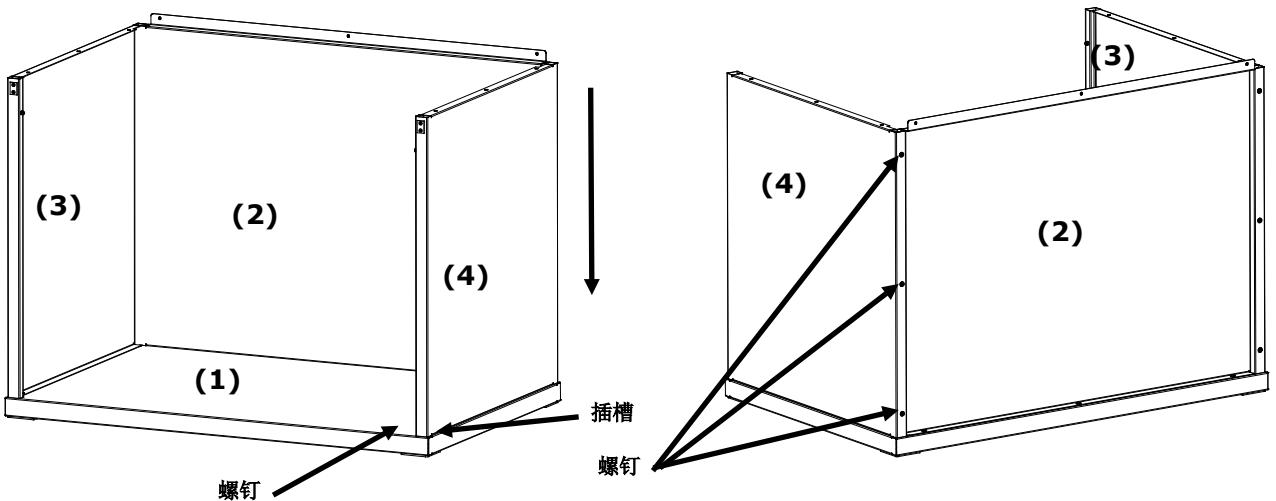

图 4。将右板插入后板和底板
5. 将右板 (4) 光滑面朝外置于后板 (2) 的上方边缘处。
6. 将右板 (4) 沿着互锁槽向下滑动，直至右板 (4) 的前祥扣插入底板 (1)。按图 4 所示，用四颗螺钉将右板 (4) 固定至底板和后板。